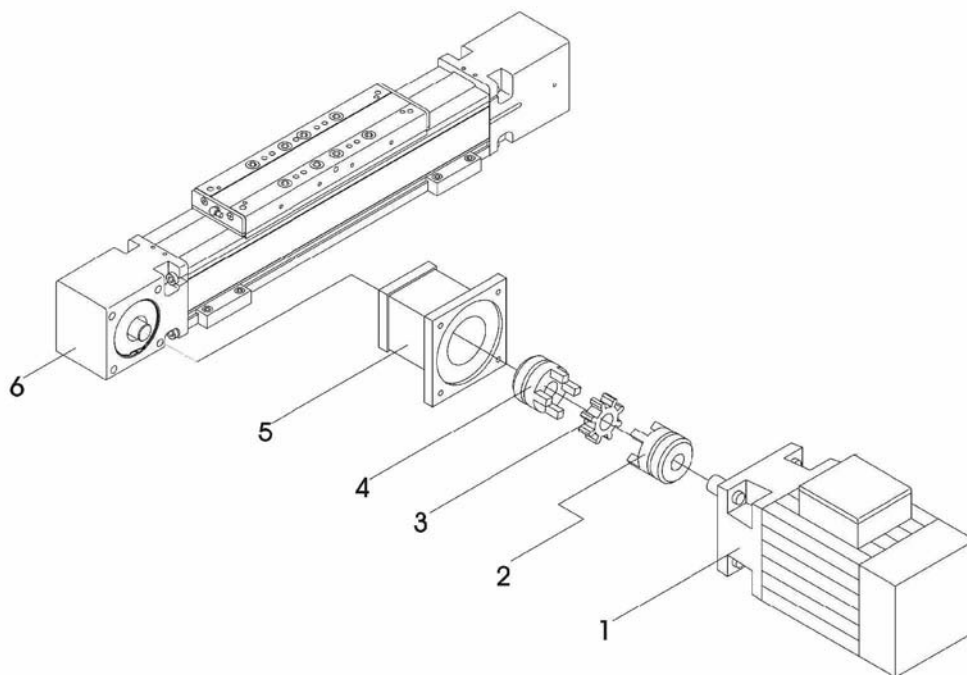

Figura 6
1. **Figura 6:** Posizionare il motore (1) nella posizione di montaggio vicino al modulo lineare.
3. Montare la metà del giunto (4) sull'albero motore del modulo lineare.
4. Fissare la flangia attacco motore (5) con le viti sulla sede del cuscinetto fisso (6).
5. Spingere la corona dentata (3) sulla metà del giunto del modulo lineare.
6. Montare la seconda metà del giunto (2) sull'alberino di azionamento del motore.
7. Fissare il motore con la metà del giunto mediante le quattro viti alla flangia attacco motore (5). Durante questa operazione accertarsi che l'albero motore non sia sottoposto a pressioni assiali. Eventualmente correggere la distanza tra le metà del giunto.